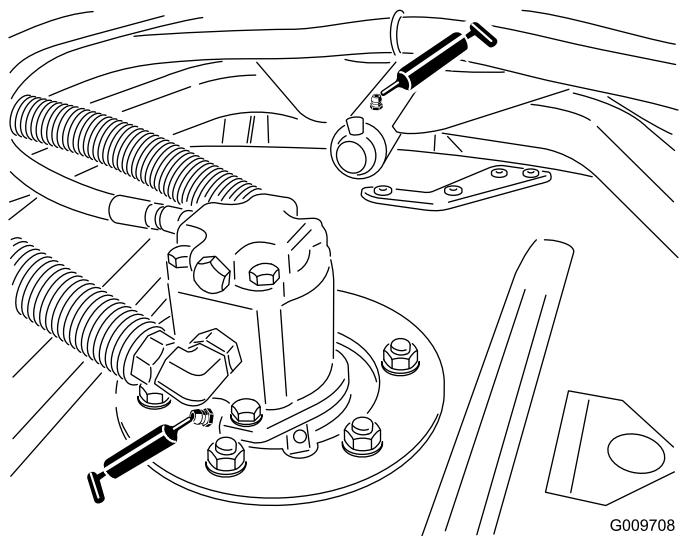

图36
- 滚刀组锭轴轴承每个剪草机刀盘 2 个如图36 所示
- 滚刀组承载臂轴套每个剪草机刀盘 1 个如图36 所示